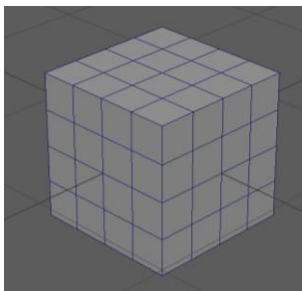

Рис. 2.6. Зображення примітиву *Cube* (Паралелепіпед)
- *Cube* (Паралелепіпед) (рис. 2.6):